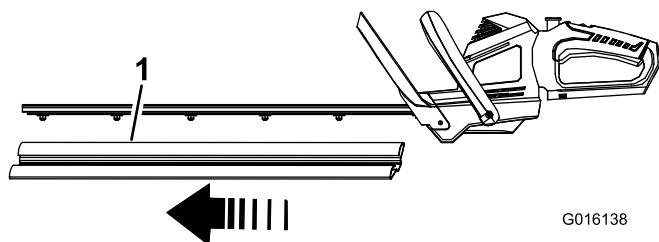

Figure 1
1. Enlevez le couvercle de protection qui recouvre les lames (Figure 1).